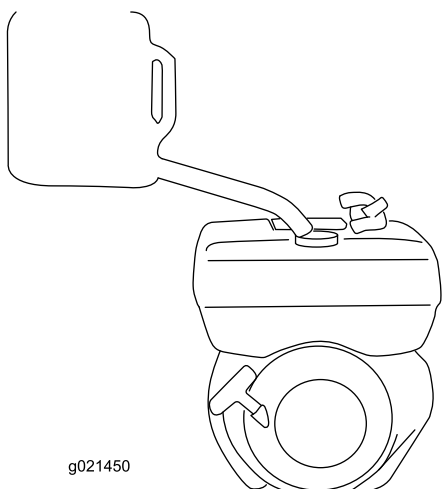

Figura 10
4. Añada diésel al depósito de combustible (Figura 10).